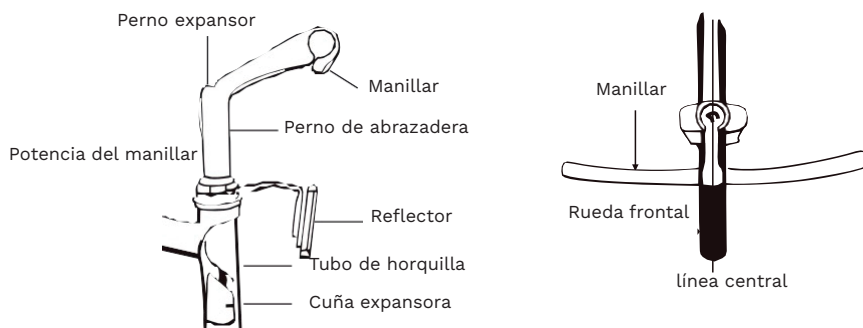

fig. 10 Conjunto de manillar y potencia del manillar
2. Alinee la potencia del manillar con la rueda delantera (consulte la fig. 10). Apriete firmemente el perno del expansor con una llave ajustable. Nota: Algunos modelos requieren una llave Allen de 6 mm. (Par de apriete: 18 N.m o 14 ft.lbs.)
6. Asegúrese de que el manillar y la potencia estén bien apretados antes de montar. El manillar no debe girar en la potencia. Al sentarse a horcajadas y sujetar la rueda delantera entre las rodillas, el manillar no debe girar al aplicar presión horizontalmente. Consulte la (fig. 10).